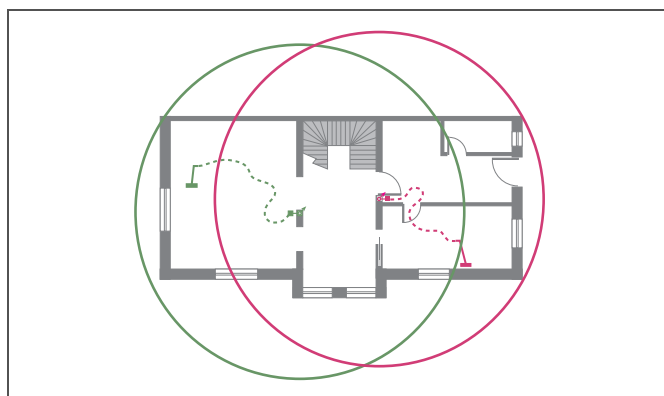

Fig. 3-3 Trasaerea razei de lucru
4. Pentru control, trasați raza de lucru pornind de la doza de aspirare proiectată (vezi fig. 3-3):